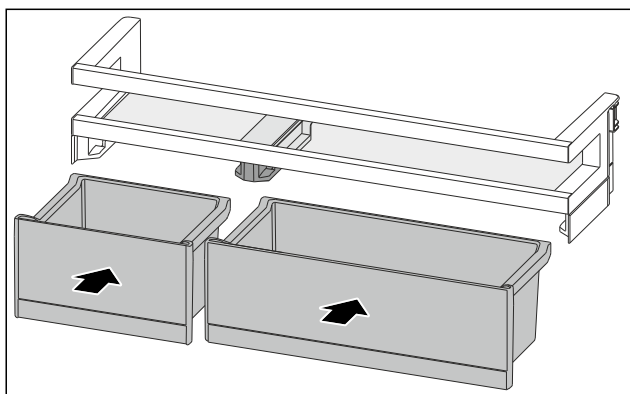

Fig. 225
- Umetnite kutije VarioBox izmijenjenim redoslijedom. (pogledajte Fig. 225)